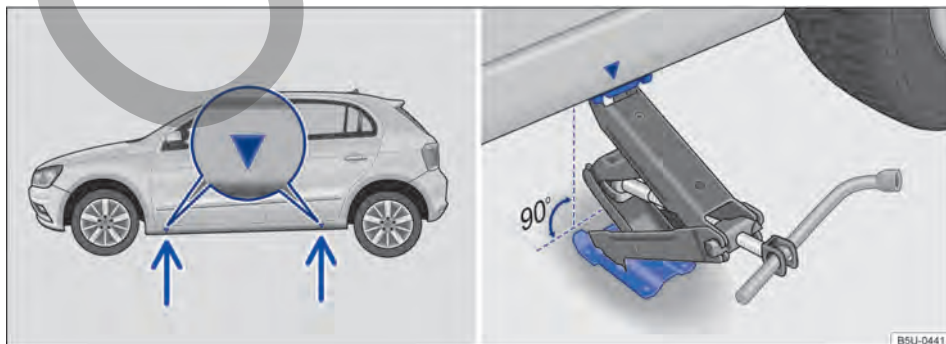

Fig. 183 Puntos de apoyo del gato y gato posicionado atrás en el lado izquierdo trasero del vehículo.
El gato únicamente puede ser posicionado en los puntos de apoyo indicados (marca en la carrocería) → fig. 183. Es válido el punto de apoyo ubicado próximo a la rueda correspondiente → .
7. Buscar debajo del vehículo el punto de apoyo del gato → fig. 183 más próximo a la rueda que se debe cambiar.
9. Garantizar que la base del gato, con toda su superficie, esté sobre el piso y que la base se encuentre perpendicularmente por debajo del punto de colocación → fig. 183.
10. Alinear el gato y, simultáneamente, levantar la garra del gato hasta que se encaje en el travesaño debajo del vehículo → fig. 183.
- Posicionar el gato únicamente en los puntos indicados. La garra del gato debe encajarse en el perfil del larguero de forma segura → fig. 183.